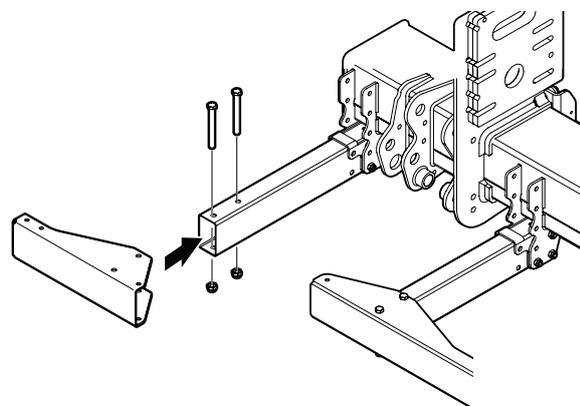

Figura 52. Montaje de perfil de chapa externo
4. Monte los perfiles exteriores de chapa metálica con 2 tornillos M12x110 cada uno. Consulte Figura 52.